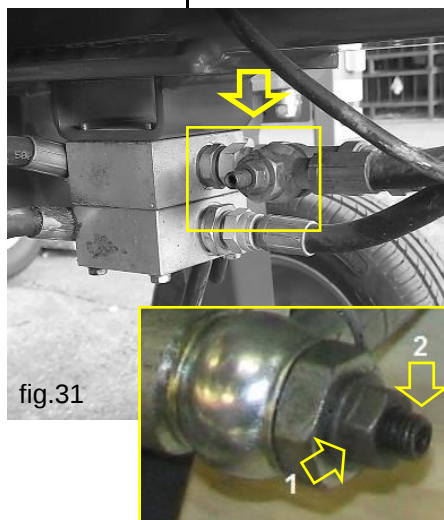

fig.31
- **Stelle centrali, se presenti:** agire sulla valvola strozzatrice, presente sul raccordo a T (lato destro del ranghinatore), mostrato in fig.31.
- **Kicker wheels, if there are:** act on the throttle valve on the T union (hay rake right side), shown in fig.31.